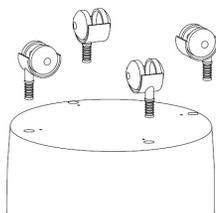

Рис. 1
- Вставьте колеса в специальные отверстия на дне пылесоса (Рис. 1).